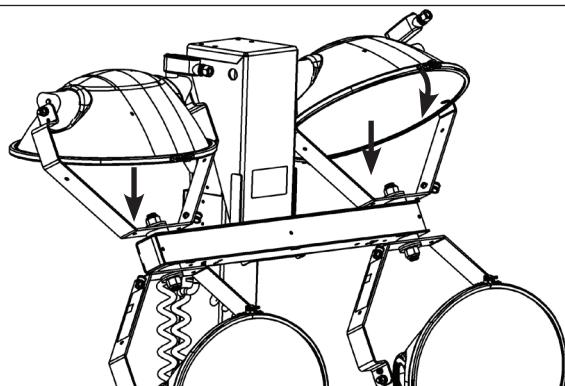

Figura 8
*NOTA: Cuando se transporte en un remolque, coloque las dos luminarias superiores en dirección recta hacia abajo para proporcionar más distancia libre hacia arriba. Consulte la Figura 8.*